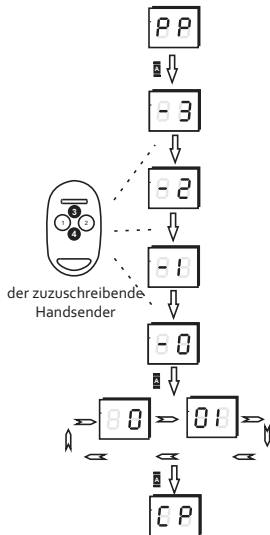

Abb. 6. Zuschreibung des Handsenders
zum Funkempfänger (Abb. 6.) zuzuschreiben, ist folgenderweise vorzugehen:
- die Taste A des Funkempfängers zur Bestätigung drücken. Die laufende Nummer des Handsenders im Speicher des Funkempfängers wird angezeigt. Zuerst wird die Anzahl der Hunderter, anschließend die Anzahl der Zehner und der Einer angezeigt (Abb. 6). Nach der Anzeige der laufenden Nummer ist die Bestätigung durch Drücken der Taste A des Funkempfängers vorzunehmen.